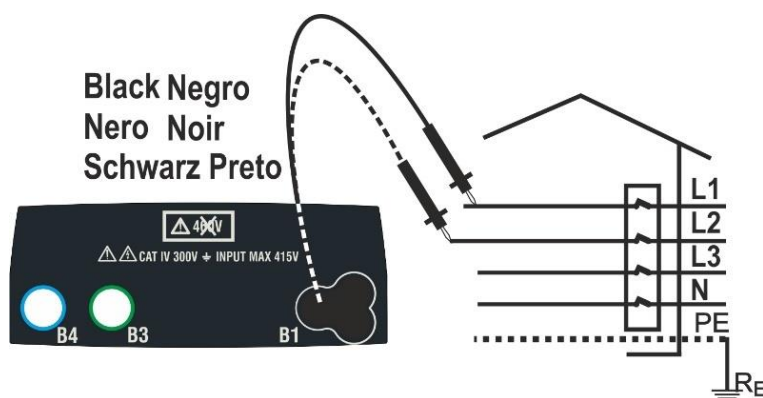
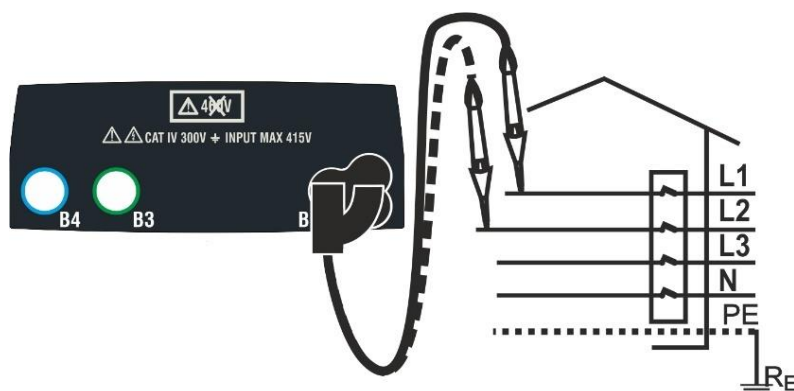

Fig. 31: Fasefølge test med prøveledninger
Fig. 32: Fasefølge test med fjernbetjeningsprobe
2. Sort prøveledning/ fjernbetjeningsproben sættes i terminal B1, se Fig 31 og Fig 32
5. Nu skal krokodillenæb eller fjernbetjeningsprobe berøre fase L2 i Fig 31 og Fig. 32